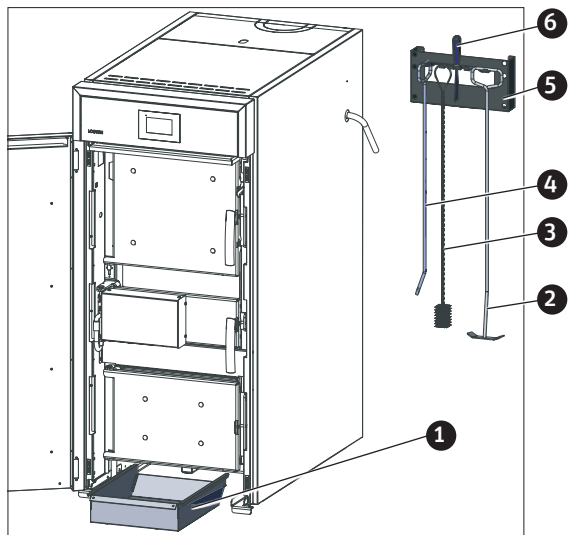

Fig. 55 Aufhängekonsole montieren, Aschelade unter Kessel
- ▶ Aufhängekonsole mit Anleitungsmappe, Reinigungs- und Bediengeräten an eine Wand im Heizraum/Aufstellraum montieren – Fig. 55.